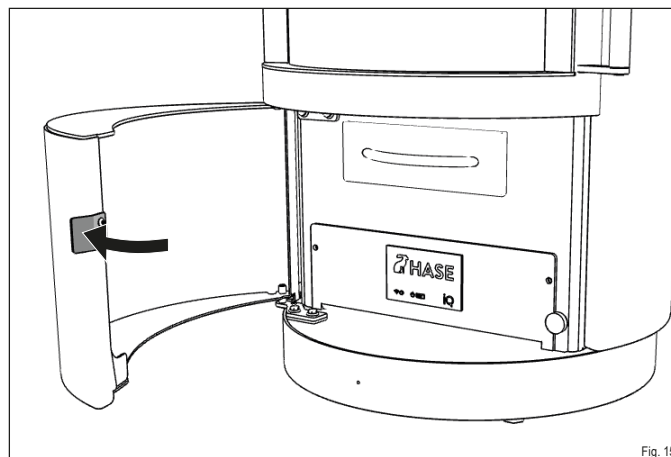

Fig. 15
- ▶ Open the service door (Fig. 15).